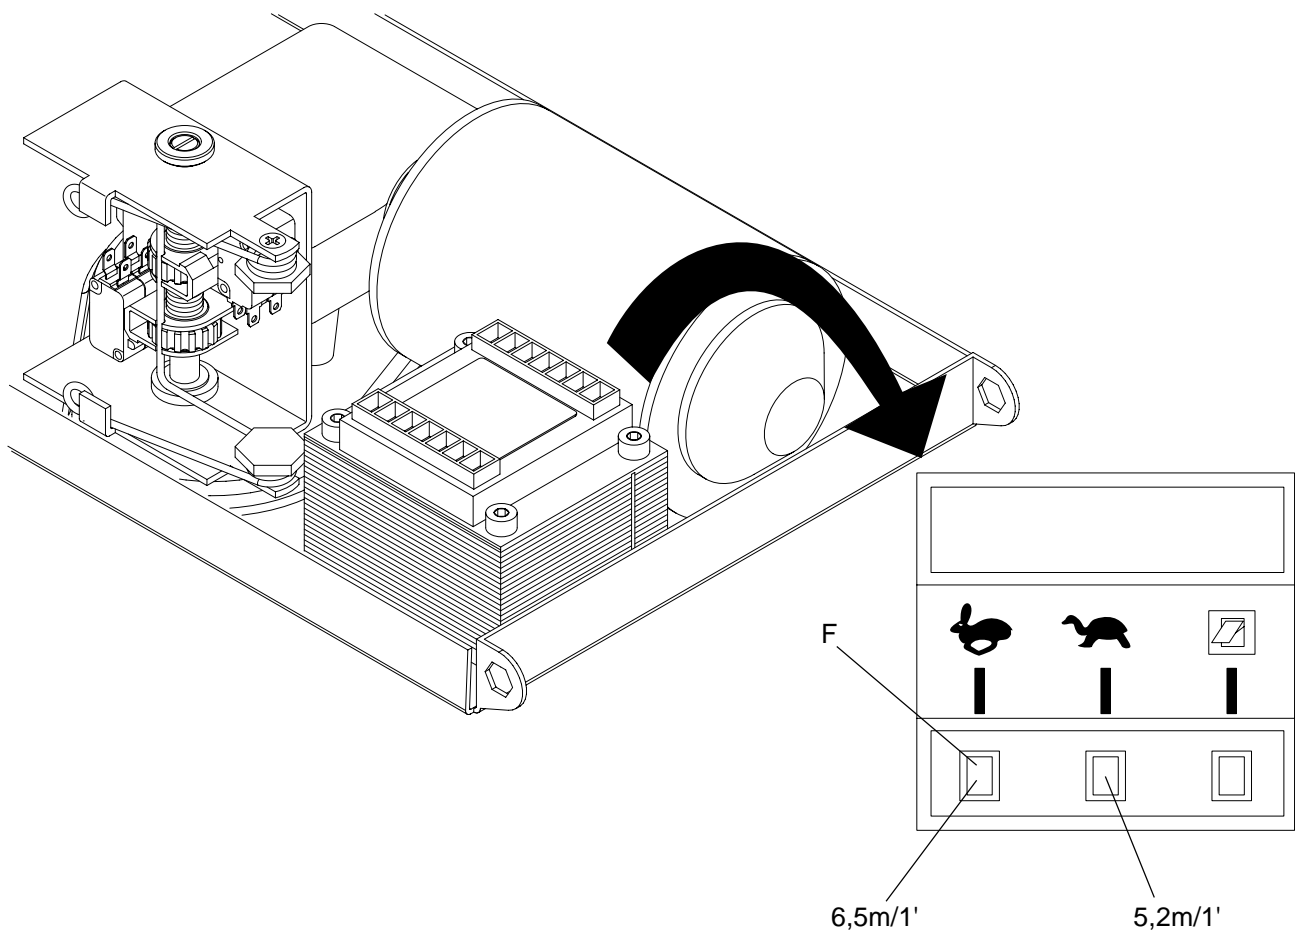

Fig.11
Spostare il fast-on F per ottenere una delle due velocità (Fig.11):
**Move the fast-on switch F to obtain one of the two speeds (Fig.11):**
*Den Fast-On F versetzen, um eine der zwei Geschwindigkeiten einzustellen (Abb.11):*
**Déplacer le faston F pour obtenir une des deux vitesses (Fig.11):**
Desplazar el fast-on F para conseguir una de las dos velocidades (Fig.11):